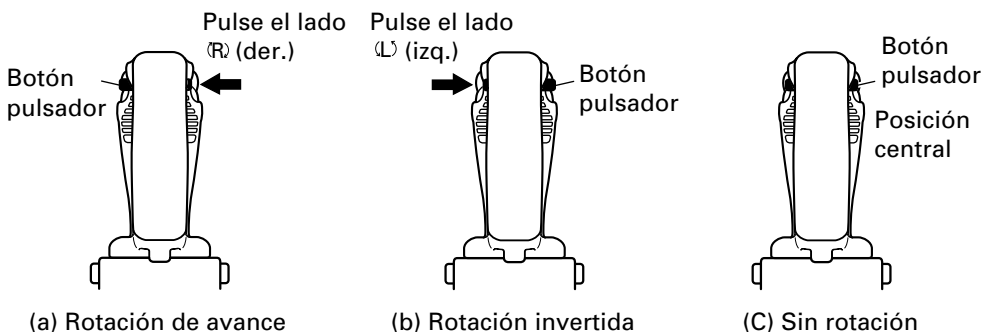

Fig.7 Diagrama visto desde el lado del asa
4. Confirmar la dirección de rotación de la broca (Fig. 7)
La broca rota hacia la derecha (mirándola desde atrás) al oprimir el lado R (der.) de la palanca interruptor de inversión. (Fig. 7-a)
El lado L (izq.) de la palanca se usa para hacer girar la broca a la izquierda. (Fig. 7-b)
El motor no girará si pone el pulsador en la posición central. (Fig. 7-c)